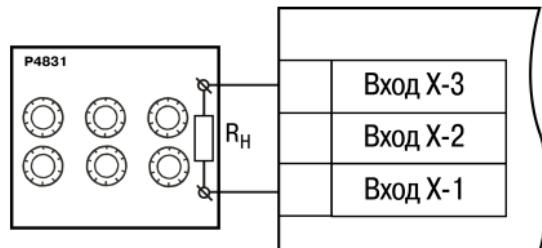

Рисунок 8.1 – Подключение магазина сопротивлений
- Подключить к прибору магазин сопротивлений типа Р4831 или подобный ему с классом точности не ниже 0,05 по трехпроводной линии (*рисунок 8.1*). Сопротивления проводов в линии должны быть равны друг другу и каждое не должно превышать величины 15 Ом.